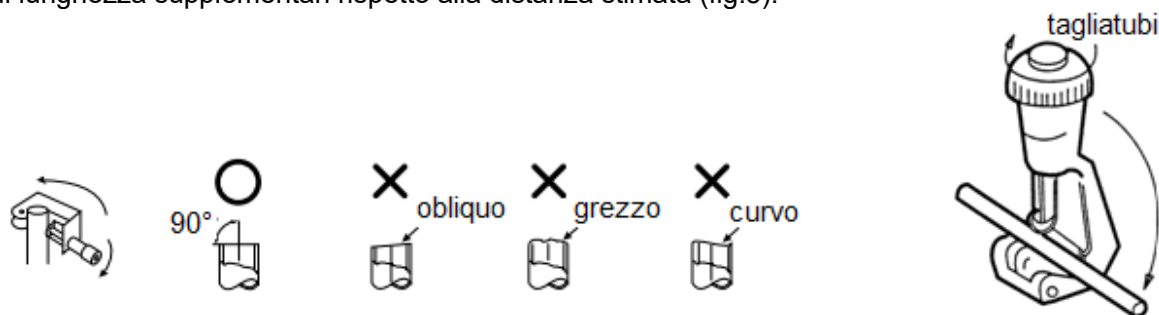

fig.5
1. Tagliare il tubo in rame alla lunghezza richiesta con un tagliatubi. Si consiglia di eseguire il taglio lasciando circa 30 – 50 cm di lunghezza supplementari rispetto alla distanza stimata (fig.5).